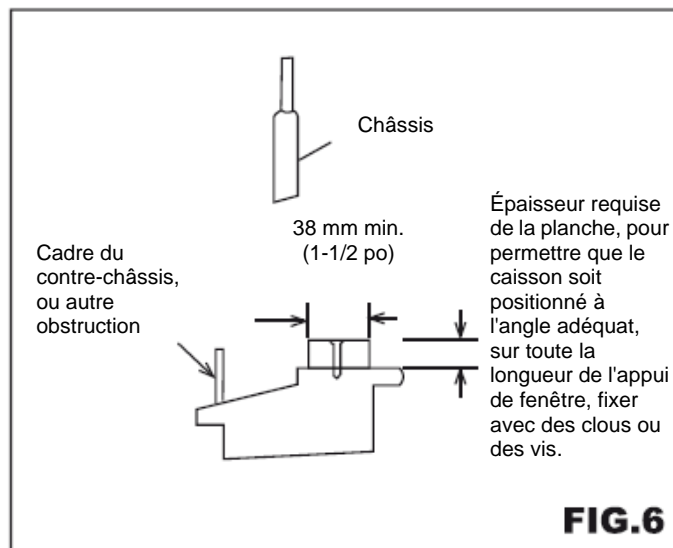

FIG.6
- Ajoutez des pièces de bois comme le montre la figure 6, ou ôtez le contre-châssis avant d'installer le climatiseur.